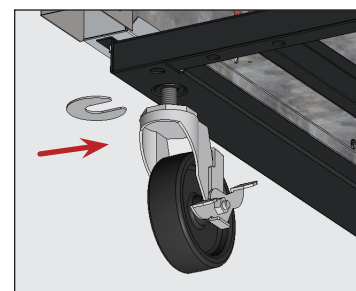

Fig. 9. Inserte la(s) calza(s) de las ruedas. Asegúrese de apretar el vástago de la rueda.
5. Si la unidad no está nivelada, en el extremo más bajo del aparato, afloje los pernos de las ruedas lo suficiente para insertar las calzas de ruedas suministradas, entre el cojinete de las ruedas y el riel inferior del aparato. Véase la fig. 9.
6. Instale el número deseado de calzas. Véase la fig. 9.